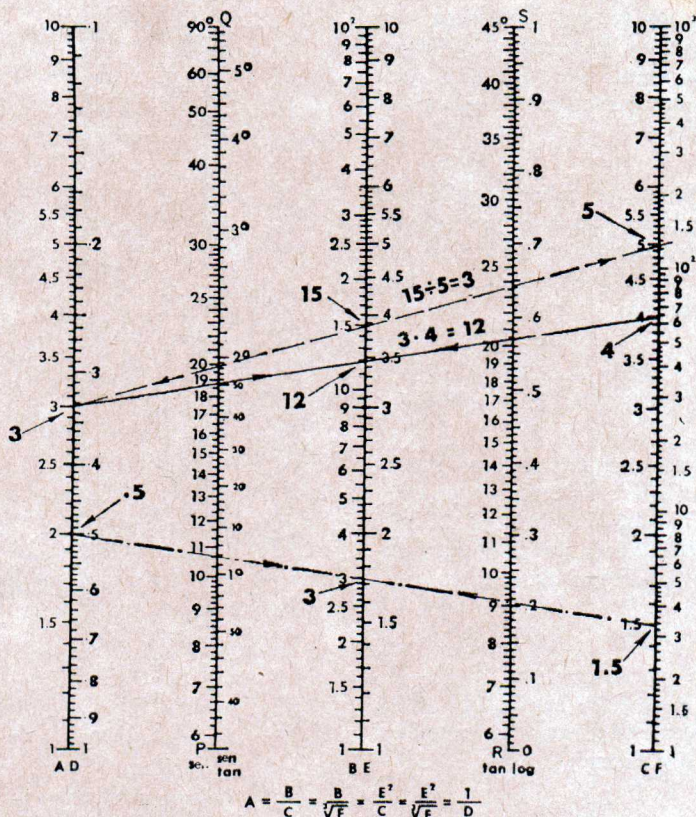

Figura 3
(em A) com 4 (em C) para achar 12 (em B). Tal operação está indicada na figura 3, em linha contínua.
Divisão — Para determinar  $15/5$ , ligue 15 (B) com 5 (C) para achar 3 (A). Tal operação está indicada na figura 3. Note-se que escolhemos 1,5 na unidade logarítmica superior de B, acima de dez, de modo que representa 15. Outra maneira de dividir é aplicando a equação  $B = C/D$ , mencionada anteriormente. Ligue 1,5 (C) com 0,5 (D) para obter 3 (B), operação esta indicada em ponto-traço.